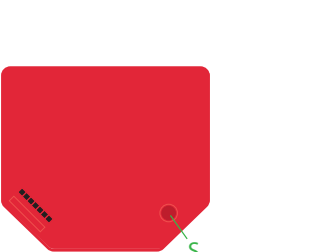

Fig.3/ Abb.3/ Imagen 3/ Image 3
- S: S button (Fig. 3)
- S: Die S-Taste (Abb. 3)
- S: Pulsante S (Fig. 3)